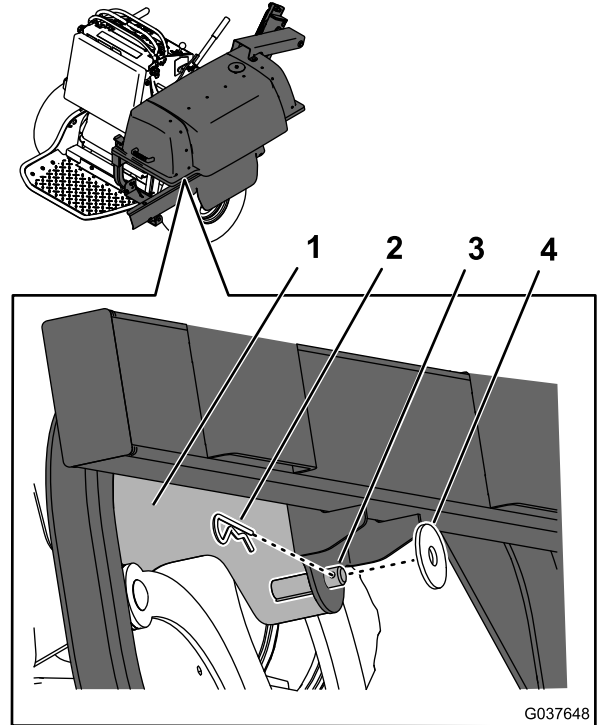

Figura 14
2. Sujete el bastidor al pasador del soporte de montaje trasero usando una arandela de empuje y una chaveta (Figura 14).